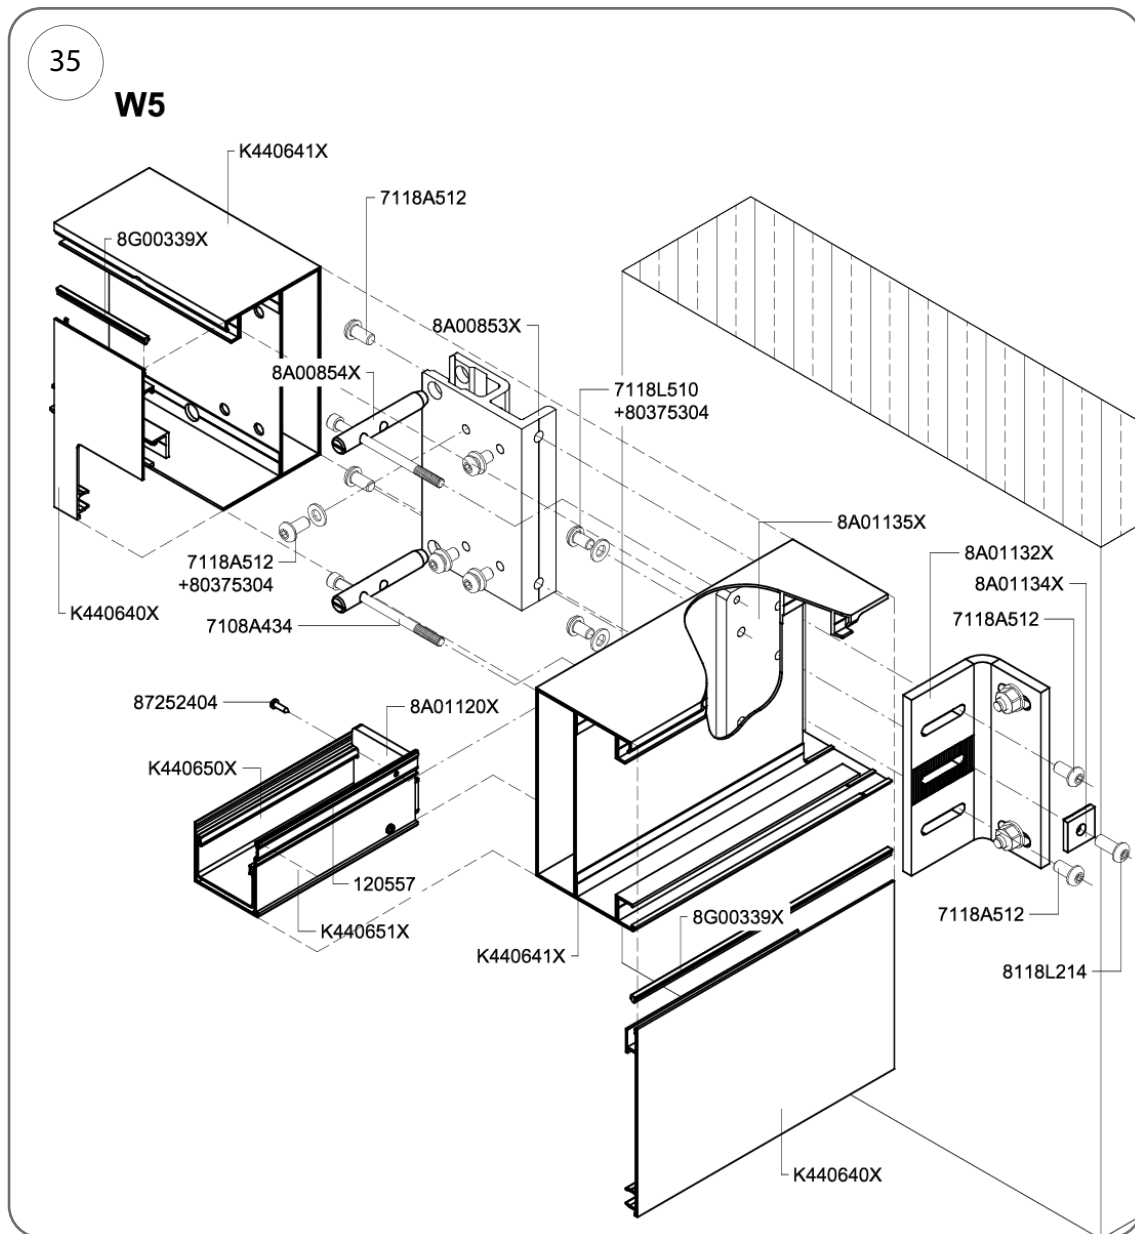
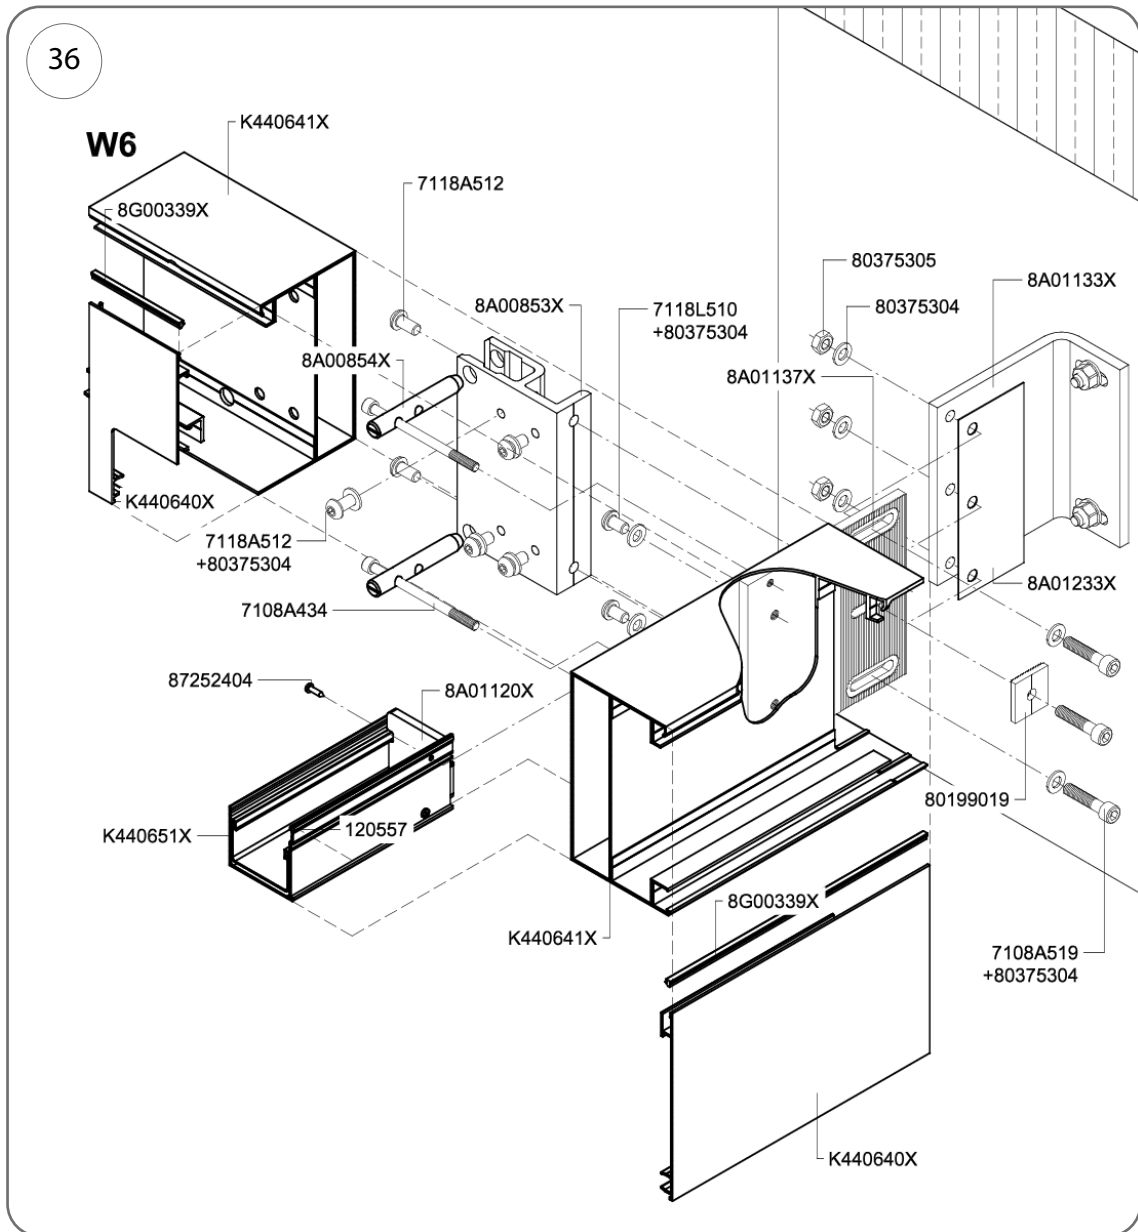

Fig. 35
Fig. 36
1. Inserire la piastra di supporto a parete (cod. art. 8A01135X) (Fig. 35) e il cod. art. 8A01137X (Fig. 36) e fissarla alla parete laterale del travetto utilizzando 2 bulloni M10 x 16 mm (cod. art. 7118L510).
4. Far passare due bulloni (cod. art. 7108A434, M8 x 120 mm) attraverso i fori dei perni 8A00854X e avvitarli alla piastra di fissaggio a muro 8A01135X (Fig. 35), 8A01137X (Fig. 36).